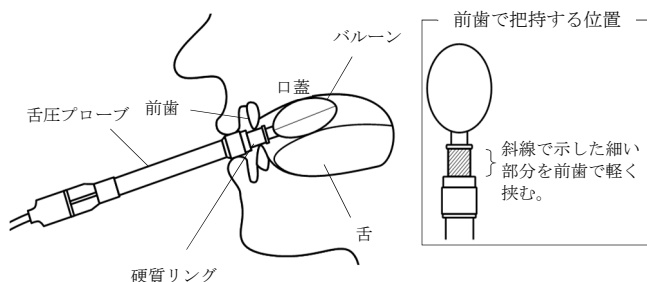
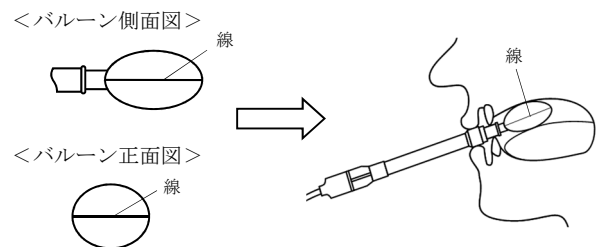

図3. 口腔内でのバルーンの位置
図4. 舌圧プローブの挿入方向
- (1) デジタル舌圧計の「測定」アイコンが点灯していることを確認する。
- (2) 舌圧プローブを患者の口腔内に挿入し、患者に舌圧プローブの硬質リングを前歯で軽く把持するように指示する(図3)。この状態で舌上でのバルーンの位置が決まり、正しい測定を行うことができるようになる。また、これと同時に下顎も固定される。なお、義歯使用者は義歯を装着して測定すること。
※バルーンの平らな面(“線”が入っていない面)が舌上に乗るように、バルーンの向きに注意して口腔内に挿入する(図4)。なお、内圧調整前に方向を確認しておくことが容易となる。
- (1) 本品で測定した最大舌圧より、リハビリテーションの目標値を定める。
- (2) デジタル舌圧計の「測定」アイコンが点灯していることを確認する。
- (3) 舌圧プローブを患者の口腔内に挿入し、患者に舌圧プローブの硬質リングを前歯で軽く把持するように指示する(図3及び図4)。